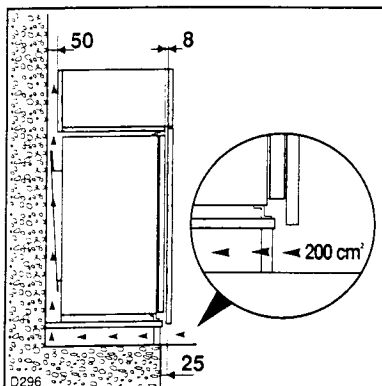
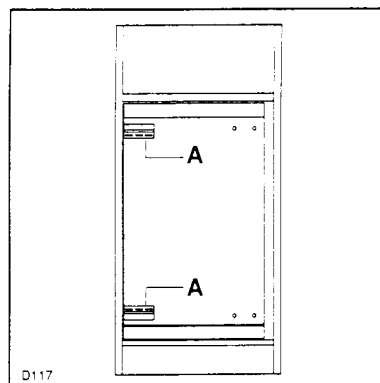

Abb. 4
Abb. 6
Die Belüftung erfolgt durch das Gerätegitter und eine Öffnung, die im Möbelsockel zu durchbohren ist (Mindestquerschnitt 200 cm² - Abb. 4).
Lassen Sie das Gerät in die Nische gleiten, und lehnen Sie es an der Wand an, die der Richtung der Türöffnung entspricht (Abb. 6). Vergewissern Sie sich, daß das Gerät bei geschlossener Tür vom Nischenrand einen Abstand von 8 mm hat (Abb. 4).
Durchbohren Sie die Tür und befestigen Sie die Teile (A) wie in Abb. 6 angegeben.